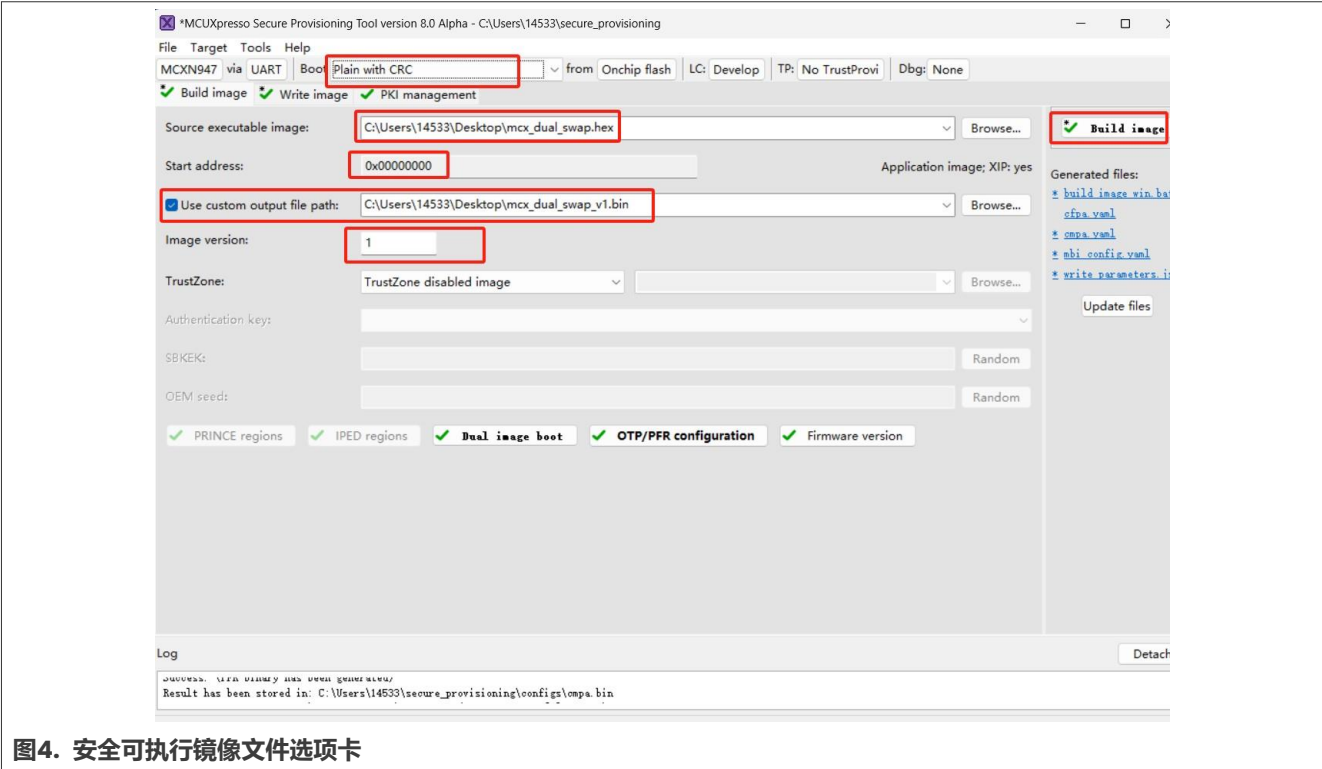

图4. 安全可执行镜像文件选项卡
- 2. 配置：在安全可执行镜像（**Secure executable image**）下，选择已编译工程的bin/hex文件（如mcx_dual_swap.hex）。如图4所示来配置其他选项，然后点击构建镜像（Build Image）生成带CRC镜像的版本。